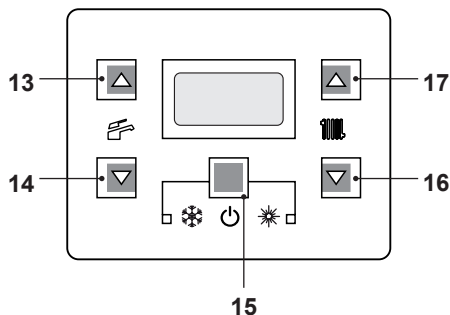
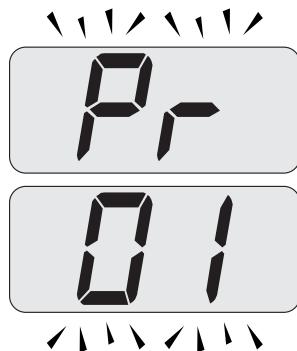

Figura 7.2
Figura 7.3
- Entrare in "modalità programmazione" premendo contemporaneamente per 10 secondi i tasti 15 - 16 - 17 (Figura 7.2) fino a far apparire sul display LCD le lettere **Pr** che si alternano con il codice **01**, indicanti l'entrata nel "parametro 01" (Figura 7.3).
- Premere contemporaneamente i tasti 16 e 17 (Figura 7.2) fino a far apparire sul display LCD le lettere **LP** che si alternano con il valore di temperatura dell'acqua di riscaldamento (es. **45**), indicanti l'entrata nell'attivazione della "funzione spazzacamino" alla potenza minima (Figura 7.4).
- Premere il tasto 16 (Figura 7.2) fino a far apparire sul display LCD le lettere **LP** che si alternano con il valore di temperatura dell'acqua di riscaldamento (es. **60**), indicando l'entrata nell'attivazione della "funzione spazzacamino" alla potenza minima in sanitario (Figura 7.7).
- Spegner la caldaia tenendo premuto per 2 secondi il tasto 15 (Figura 7.2) fino a far apparire sul display LCD il simbolo  (Figura 7.8).